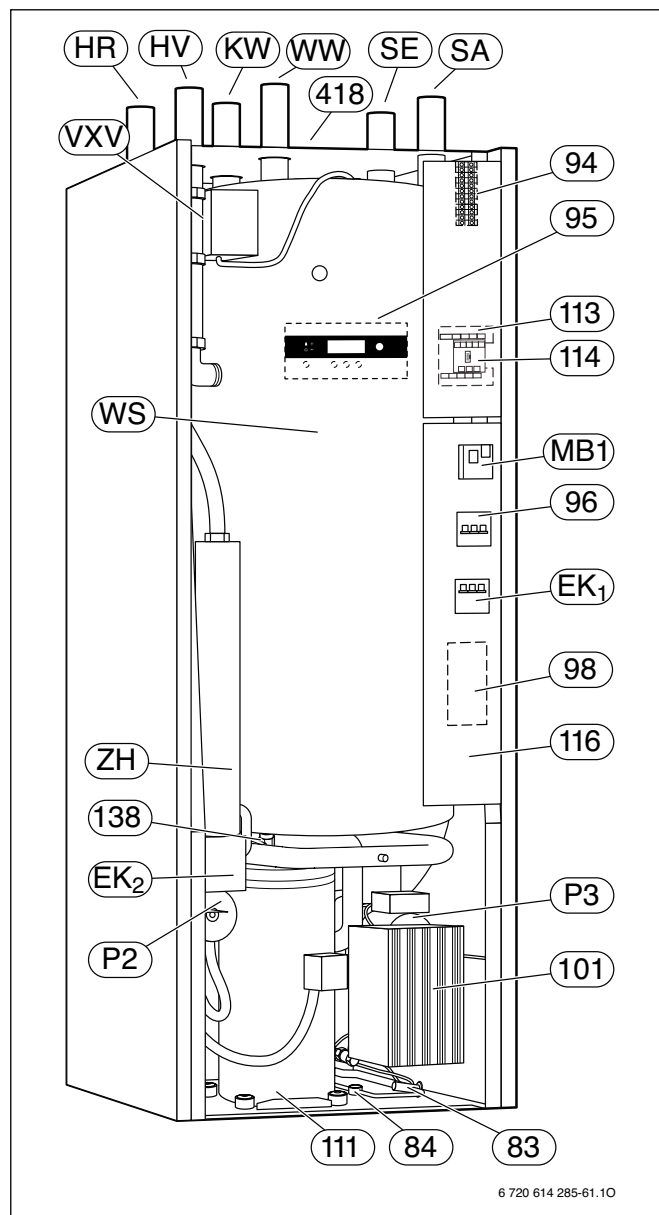

Рисунок 5
Типовая пластина (418) находится на верхней крышке установки (→ рисунок 5 или рисунок 6).